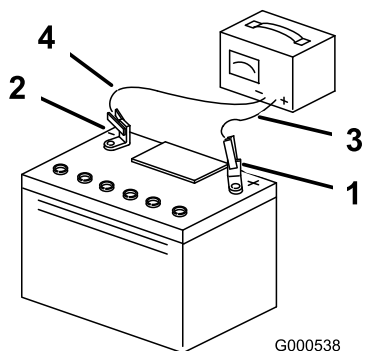

Figura 54
4. Cuando la batería esté completamente cargada, desconecte el cargador de la toma de electricidad, luego desconecte los cables del cargador de los bornes de la batería (Figura 54).